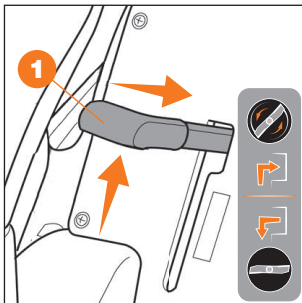

Рис. 28
- Подключение режущего механизма производите плавно, что бы срезаемая трава не заблокировала нож. Для этого рукоятку ❶ поднимите вверх и зафиксируйте её влево (Рис. 28).